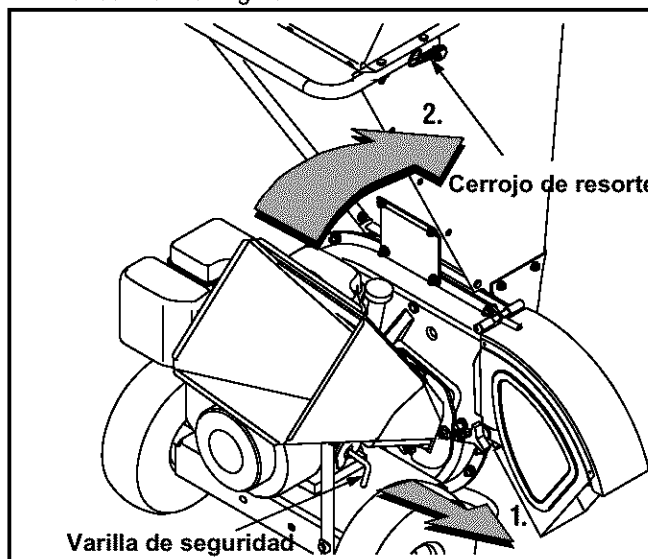

Figura 3
- Tire del cerrojo de resorte hacia afuera y gire el canal de la cortadora hacia arriba hasta que se trabe en el cerrojo de resorte. Ver Figura 3.